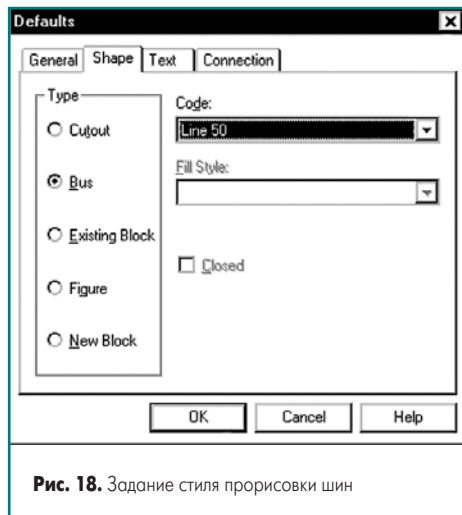

Рис. 18. Задание стиля прорисовки шин
8. Зададим ширину линий, которыми будут рисоваться шины: в поле Type включим опцию Bus и в выпадающем списке Code выберем значение Line 50 (рис. 18).